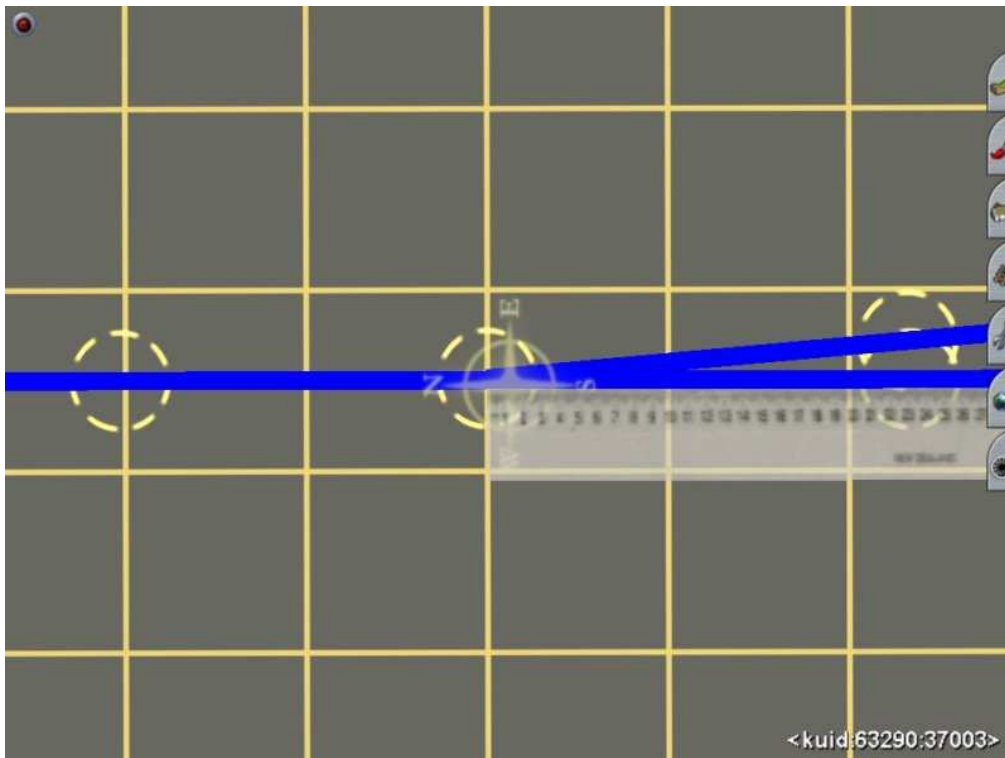

Imagen 3.2.
Sobre el eje de la vía directa, buscamos el final del desvío (TC), que se encuentra a la distancia  $c$  desde el nudo del desvío. Según estos datos, esta distancia es de 23m e insertamos un punto de spline en los ejes de las vías directa y desviada. Ya tenemos la representación esquemática del desvío. Ver imagen 3.2.